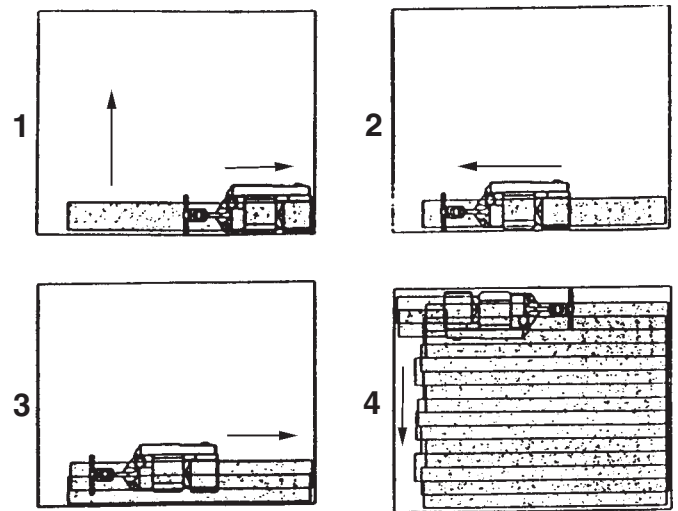

Figura 11
2. Trabaje de derecha a izquierda. Por cada paso hacia delante, mueva la máquina 4" por encima del trayecto que acaba de completar. Retroceda marcha atrás sin solapamiento. Consulte la figura 11
6. Interrumpa gradualmente en el punto de terminaci3n (el extremo de la pasada) elevando el tambor de lijado con la palanca de control. Escalone los puntos de terminaci3n para conseguir una mejor combinaci3n en el momento de ribetear. Consulte la figura 11.
7. Al cambiar el abrasivo, vac3e el contenido de la bolsa de polvo, o al terminar la operaci3n de lijado, presione el interruptor selecci3n a la posici3n (O) (Apagado). Desconecte la máquina de la fuente de alimentaci3n.